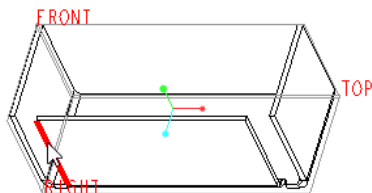

图 1-161 选择所需的边线
(2) 选择图 1-161 所示的边线。为了便于选择该边线，可以先确保临时从选择过滤器的下拉列表框中选择“几何”，再使用鼠标左键在所需边线处单击，即可快速且正确地选择该边线。